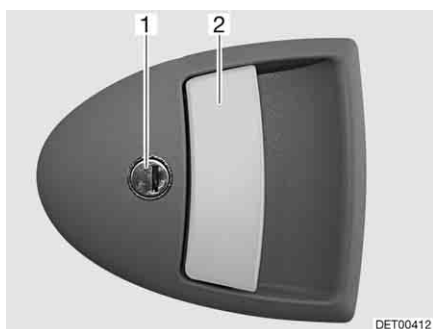

Bild 33 Dörrlås ingångsdörr, utsida
- Stick in nyckeln i låscylindern (Bild 33,1) och vrid den ända tills dörrlåset har låsts upp.
- Drag i dörrhandtaget (Bild 33,2). Dörren är öppen.
- Stick in nyckeln i låscylindern (Bild 33,1) och vrid den ända tills dörrlåset har låsts.